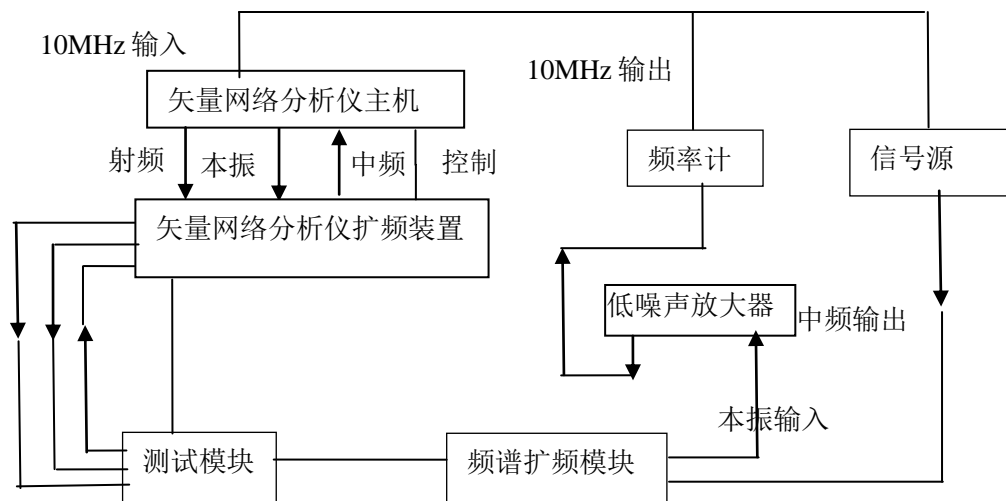

图 9-1 输出频率范围测试框图
1) 如图 9-1 所示连接系统，打开所有仪器电源，预热 30 分钟以上。